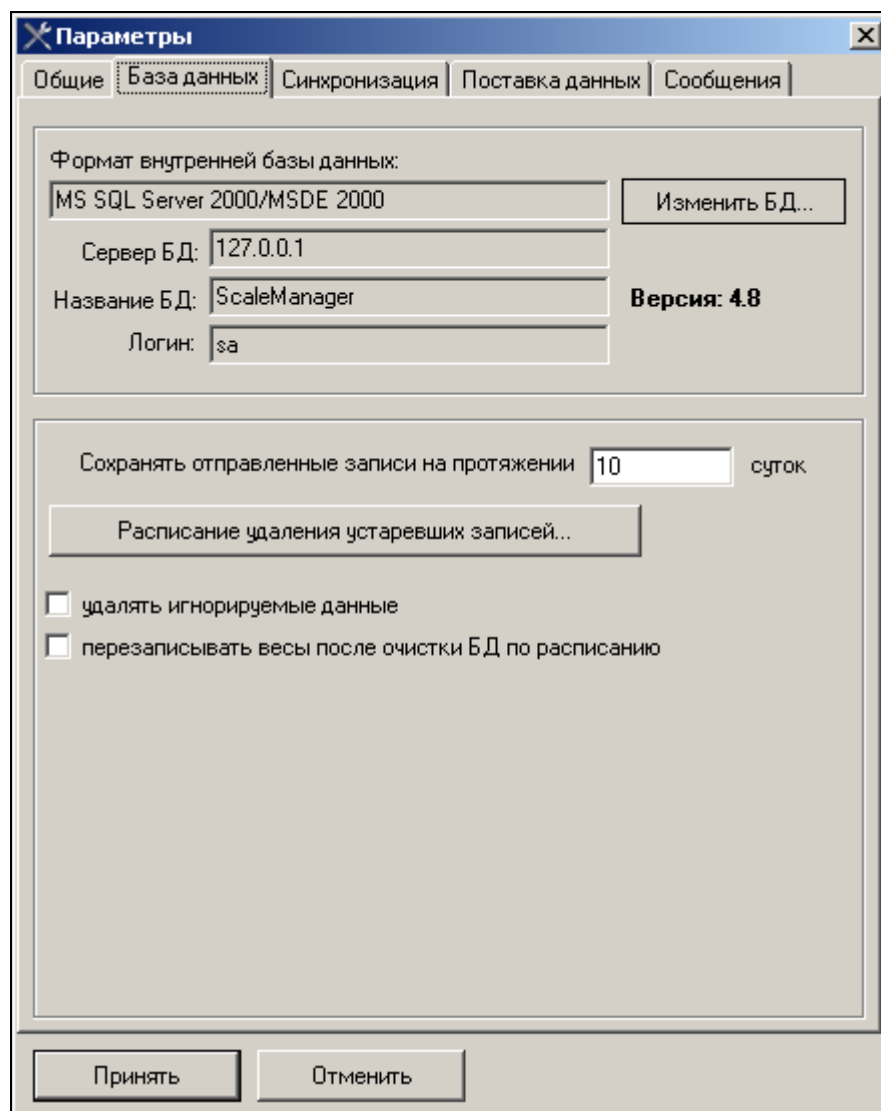

Рис. 11. Параметры «Менеджера весов», вкладка «База данных»
1. Для настройки параметров внутренней БД менеджера весов служит вкладка «База данных» (Рис. 11).
2. Формат внутренней базы данных устанавливается при первом запуске менеджера весов, и отображаются в этой вкладке. Чтобы изменить настройки параметров внутренней БД нажмите кнопку «Изменить БД». Откроется окно настройки параметров соединения с внутренней БД (Рис. 11). Здесь необходимо указать значения таких параметров как: формат